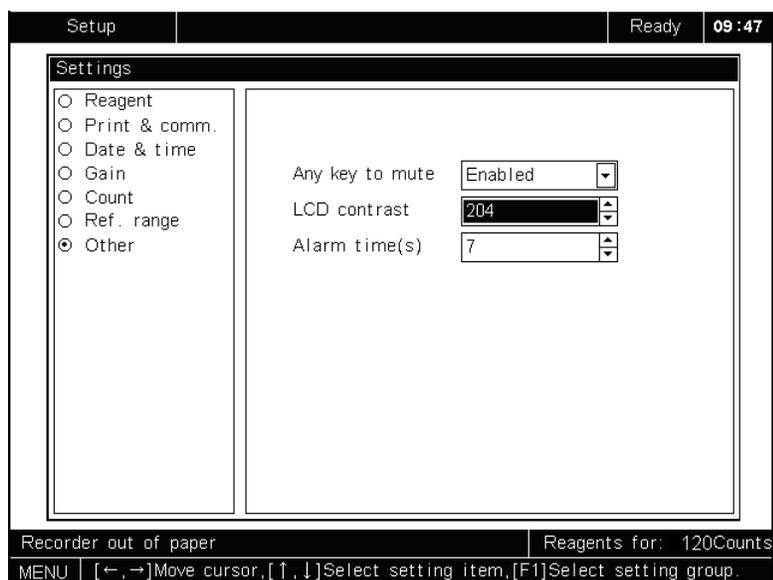

Рисунок 5-31 Выбор яркости ЖК дисплея
1. Выберите **“LCD contrast”**, как показано на рис. 5-31;